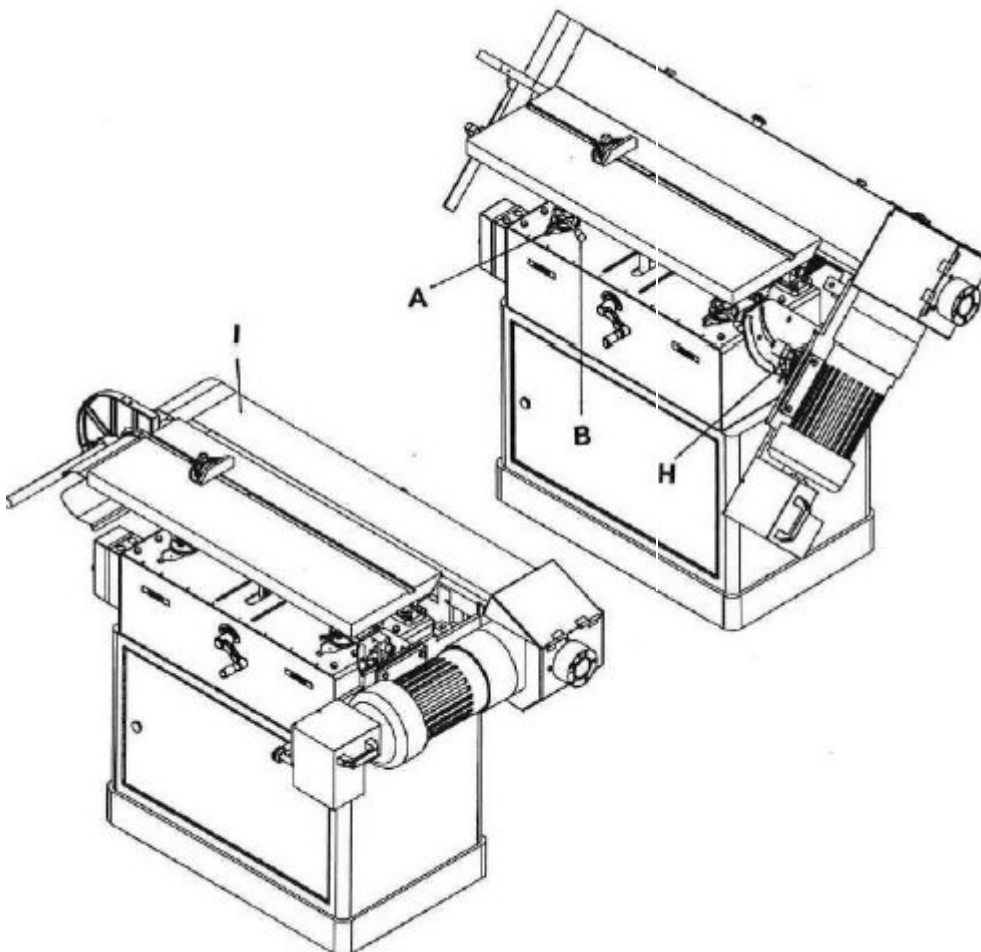

Abb.10-1: Vertikal- und horizontalschleifen
Schritt 1: Lösen Sie zunächst die beiden Knöpfe (Pos. A, Abb. 10-1) und (Pos. B, Pos. 10-1) unter dem Arbeitstisch und ziehen Sie den Tisch nach hinten.
Schritt 2: Lösen Sie den Einstellknopf (Pos. H) an der Skala und stellen Sie den gewünschten Winkel ein, indem Sie die Platte (Pos. I) bewegen. Verriegeln Sie den Einstellknopf (Pos. H, Abb. 10-1) wieder, wenn der Winkel bereits eingestellt ist.